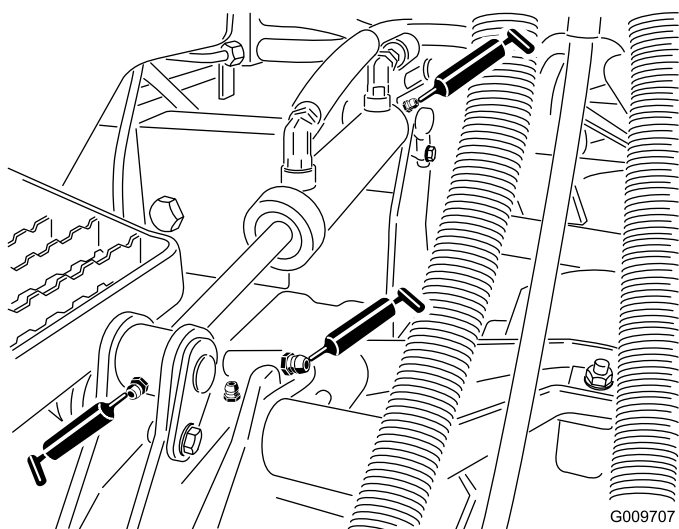

Figura 24
- Boccole (1 per piatto di taglio) del braccio di sollevamento (Figura 24).
- Boccole (2 per piatto di taglio) del cilindro di sollevamento (Figura 24).